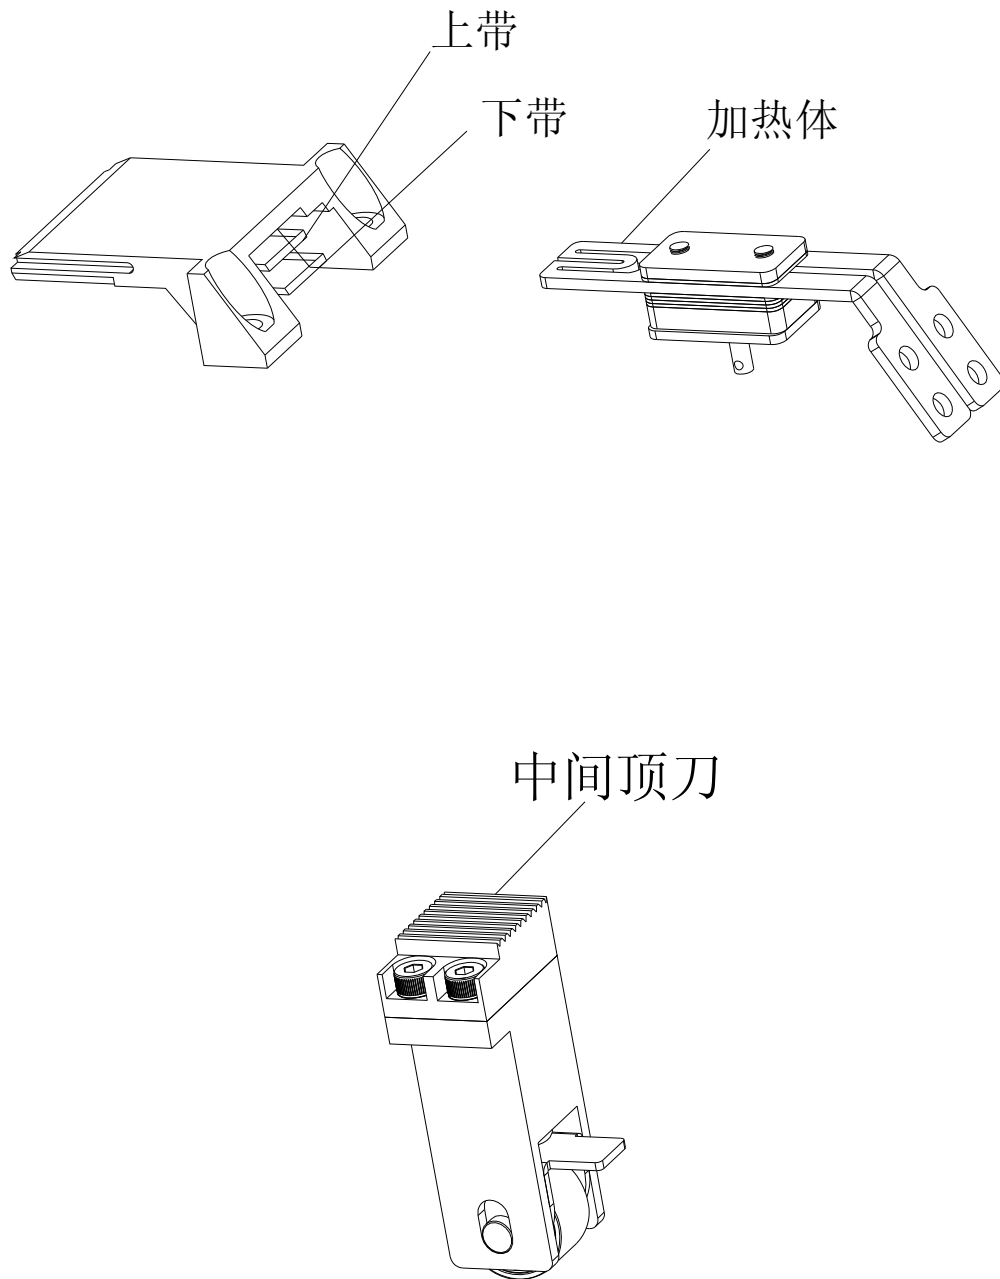

图 5-2
- d. 中顶刀固定不牢固：中顶体上中顶刀固定不牢固产生位移，而与另一刀板紧紧靠在一起，复位不能到位，引起框架导轨不能复位，带头无导轨导向而乱窜而导致送带不到位。所以中顶刀经调整或拆装后应固定牢固（见图 5-2）。